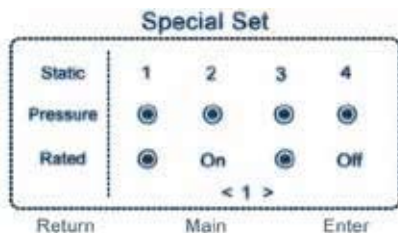

Рис. 24
1. Интерфейс специальных настроек активен только в том случае, если модели внутренних блоков оснащены соответствующими функциями. См. Рис. 24.
3. Для перехода между строками Static, Pressure, Rated и адреса группы пульта (на Рис. 24 = <1>) используйте клавиши «вверх» и «вниз». После выполнения выбора нажимайте клавишу «Enter».